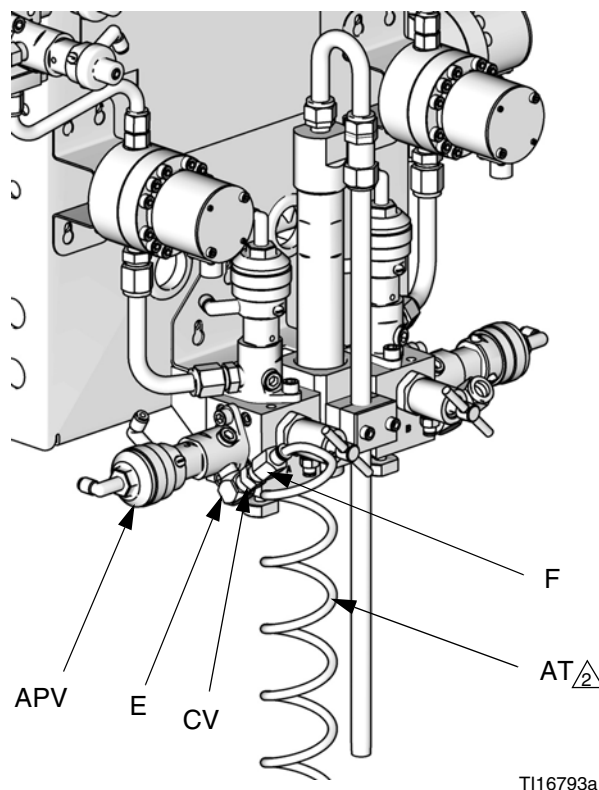

FIG. 5 Tubo di alimentazione dell'aria di spurgo e valvola di ritegno
5. Vedere FIG. 5. Installare il gomito (E), la valvola di controllo (CV) e il raccordo del tubo forniti sull'ingresso della valvola di spurgo dell'aria (APV). Utilizzare il tubo di spurgo dell'aria (AT, in dotazione) da 7,6 m (25 ft) con DE di 1/4" (6 mm) per collegare un'alimentazione di aria pulita e asciutta al raccordo (F) sull'ingresso della valvola di spurgo dell'aria. Se necessario, installare filtri/asciugatori.